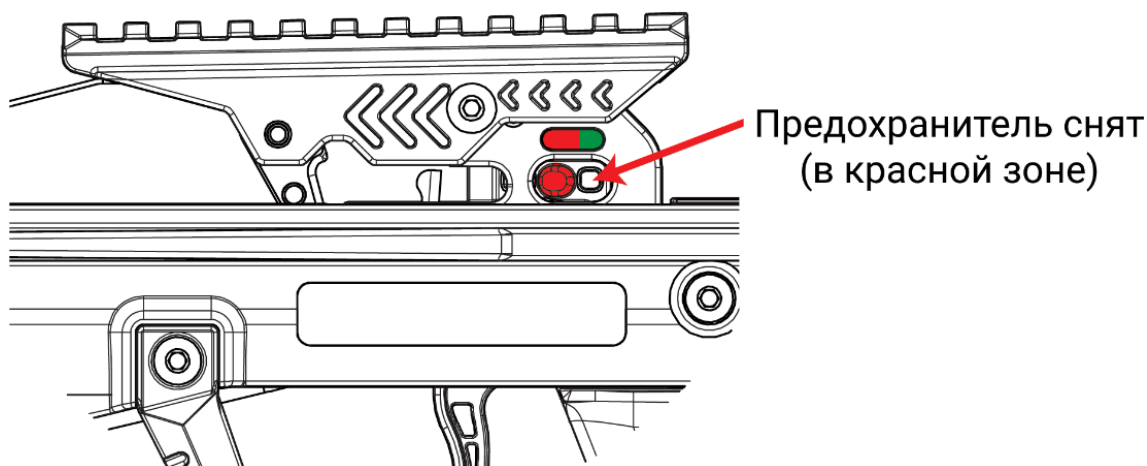

Рис.6
2. Убедитесь, что арбалет снят с предохранителя (положение рычажка в красной зоне). Если арбалет на предохранителе (зеленая зона), переключите рычажок в красную зону перед взведением (Рис.6).